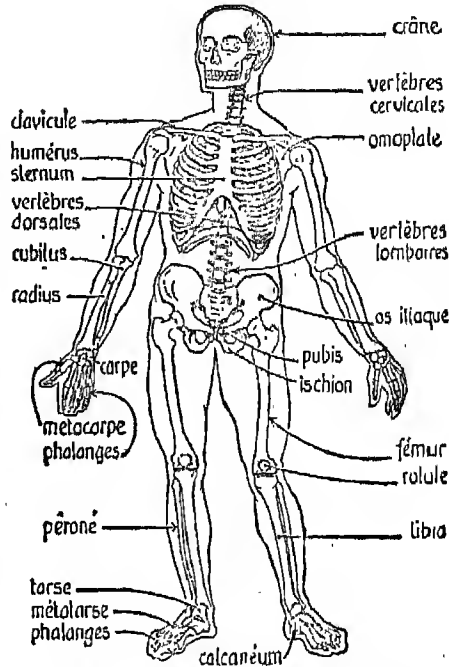

Fig. 1. — Le squelette de l'Homme.
1. Sur un squelette monté, ou un tableau mural — à défaut sur la fig. 1 de la leçon — révision des **principaux os** du corps humain. Indiquez ensuite leur position sur vous-même.
Notre squelette est formé d'os, durs, rigides, qu'un choc violent peut cependant briser. Les uns, comme ceux des bras et des jambes, sont *longs* ; d'autres, comme les os de la boîte crânienne sont *plats* ; enfin, il y a de petits os, *courts*, comme ceux des doigts. La fig. 1 vous permettra de revoir les noms des principaux d'entre eux.